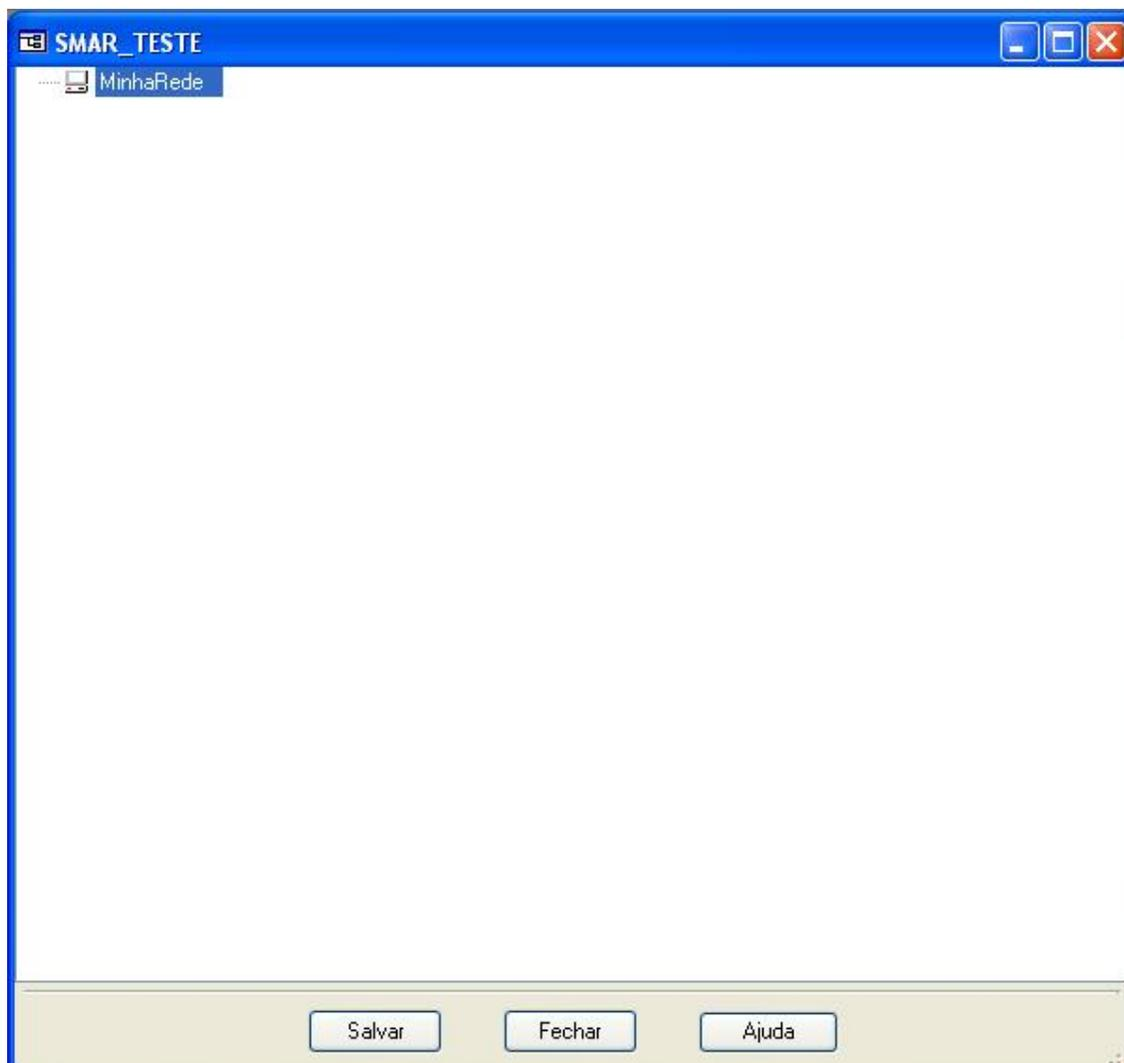

Figura 2.4 – Configuração do Software AssetView STANDALONE
- 3) No exemplo utilizado neste manual, a topologia foi nomeada como SMAR_TESTE. Ver Figura 2.4.